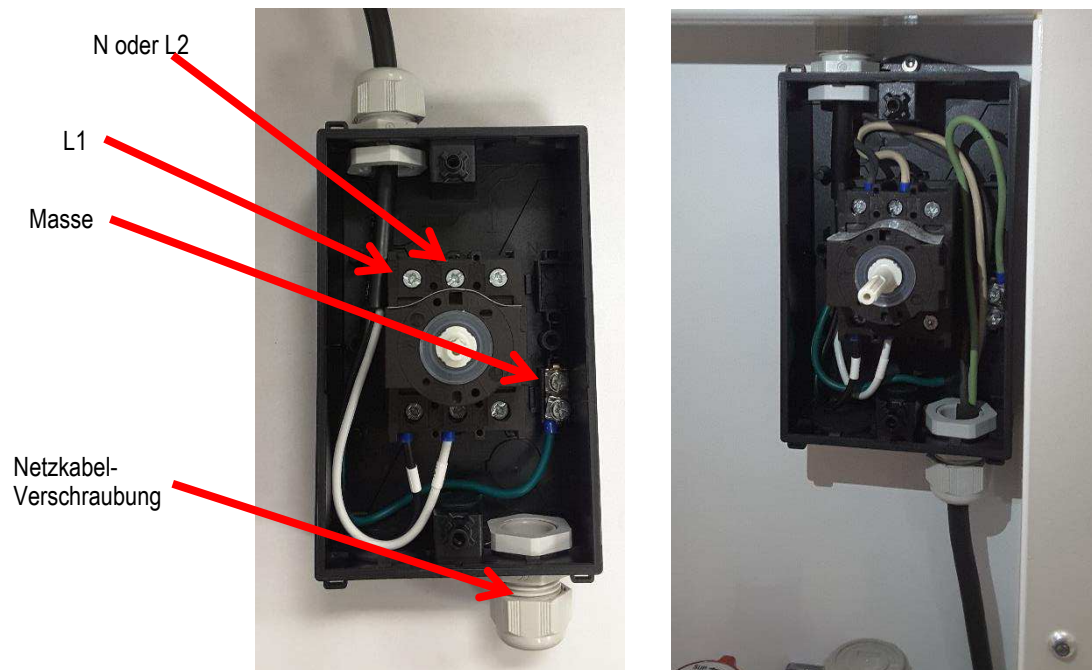

Abbildung 62
3.) Schließen Sie die Linienleiter an die Kontakte des Haupttrennschalters an, wie in Abbildung 62 dargestellt.